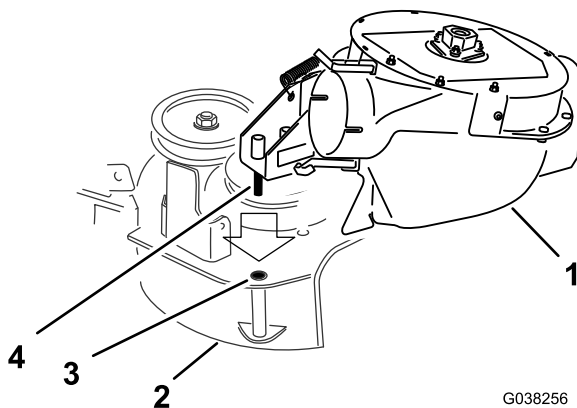

**Figura 26**
Verifique se o pino articulado está preso no conjunto do soprador no local correto (Figura 25 ou Figura 26).
- Se tiver uma plataforma de cortador de **152 cm**, instale o pino da articulação no furo traseiro (Figura 26).